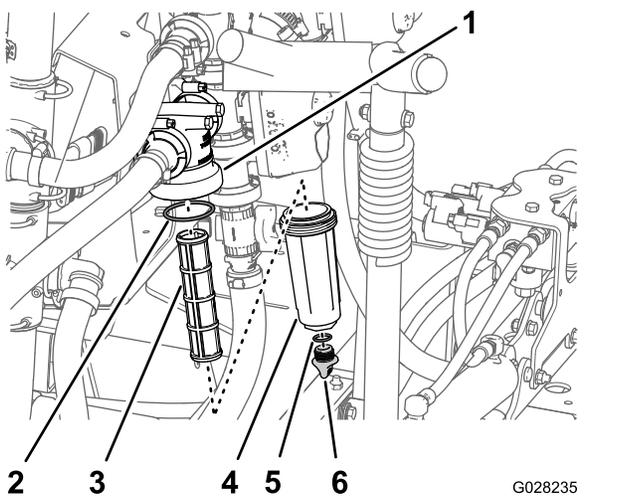

Bild 109
2. Stellen Sie eine Auffangwanne unter den Druckfilter (Bild 109).
- Drehen Sie die Ablassschraube nach links und nehmen sie von der Glocke des Druckfilters ab (Bild 109).
- Drehen Sie die Glocke nach links und nehmen sie vom Filterkopf ab (Bild 109).
- Entfernen Sie den alten Druckfiltereinsatz (Bild 109).
- Überprüfen Sie den O-Ring für die Ablassschraube (in der Glocke) und den O-Ring für die Glocke (im Filterkopf) auf Beschädigungen und Abnutzung (Bild 109).
- Setzen Sie den neuen Druckfiltereinsatz in den Filterkopf ein (Bild 109).
- Befestigen Sie die Glocke am Filterkopf und ziehen sie mit der Hand an (Bild 109).
- Setzen Sie die Schraube in die Schale ein und ziehen Sie sie mit der Hand fest (Bild 109).